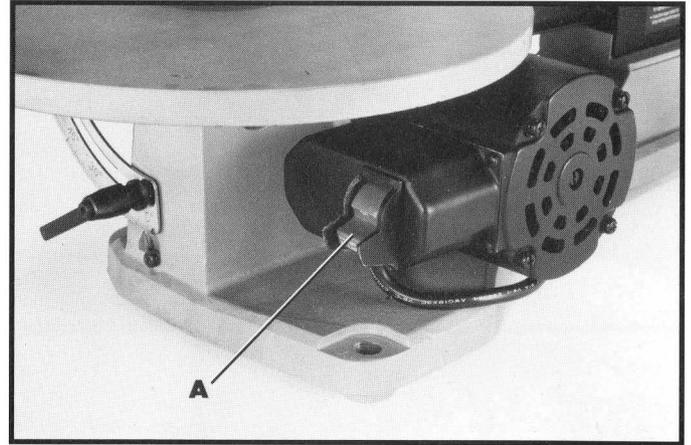

Fig. 6
L'interrupteur marche/arrêt (A) fig. 6, est situé sur le moteur directement à droite de la table. Pour mettre la scie en marche, mettez le bouton de l'interrupteur (A) sur «ON» (MARCHE) et pour l'arrêter, abaissez ce bouton sur «OFF» (ARRÊT).